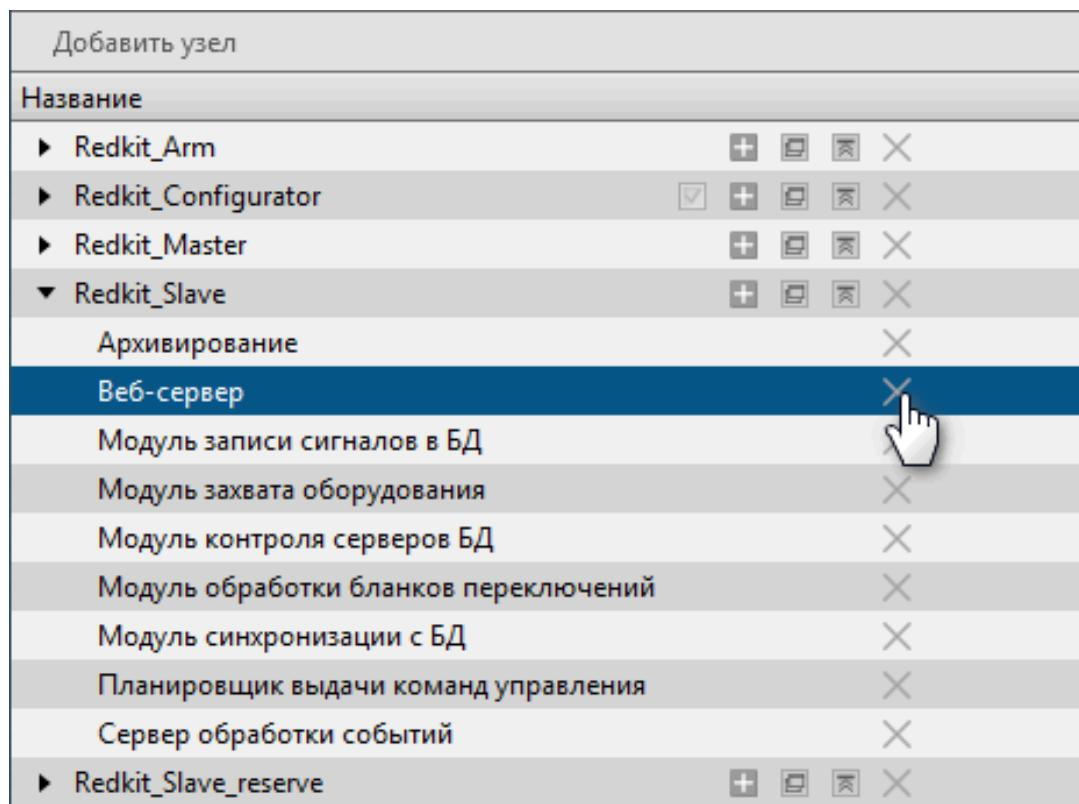

Рисунок 107 - Удаление модуля
- Нажмите на кнопку (Рисунок 107).